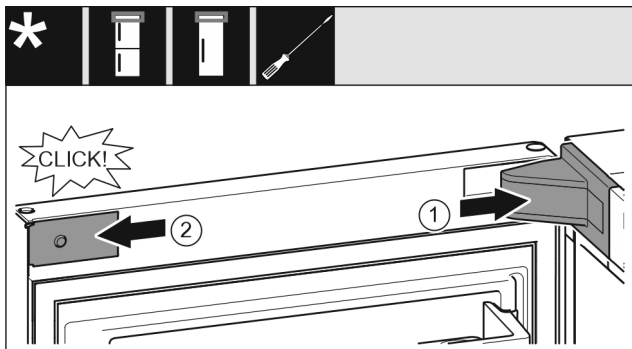

Fig. 25
- ▶ Påsæt hængselsafdækningen Fig. 25 (1), så den går i indgreb, og pres den evt. forsigtigt fra hinanden.
- ▶ Påsæt panelet Fig. 25 (2) på siden, så det går i indgreb.